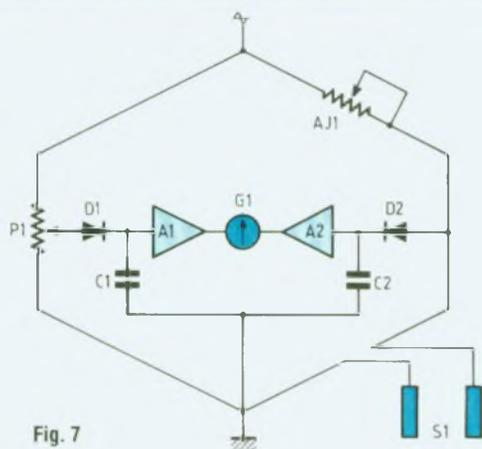

Fig. 7
**P**oursuivons avec ce numéro notre explication sur le pont de mesure en nous reportant au schéma de la figure 7. Nous voyons que les deux tensions continues sont appliquées chacune à l'entrée non inverseuse d'un amplificateur de type opérationnel monté en suiveur de tension. Lorsque les tensions en sortie de A1 et A2 sont d'égales valeurs, G1 indique zéro. Il nous reste donc à expliciter rapidement un tel montage. Soit le schéma de la figure (8) où l'alimentation est symétrique et l'entrée non inverseuse à connecter au point médian du pont d'équilibre. Il est utilisé comme